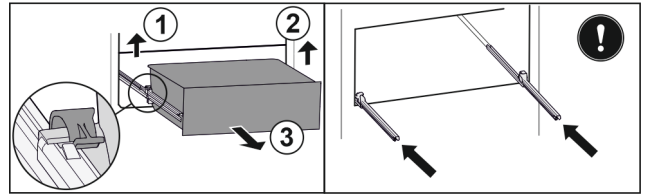

Fig. 39 \*
- ▶ Підняти лівий затискач і одночасно висувний ящик ліворуч потягнути вперед Fig. 39 (1)\*
- ▶ Підняти правий затискач і одночасно висувний ящик праворуч потягнути вперед Fig. 39 (2)\*
- ▶ Вийняти висувний ящик рухом вперед Fig. 39 (3)\*